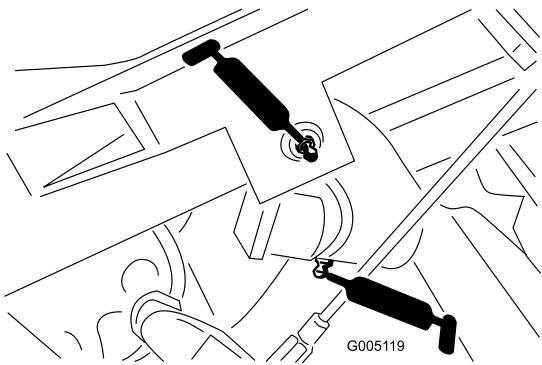

Bild 29
- Hubarmgelenk (3) und Schwenkscharnier (3) (Bild 29)